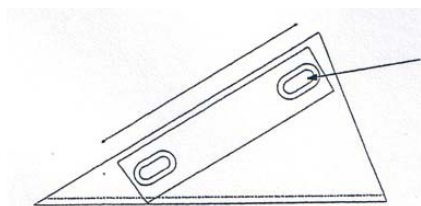

Fig. 4b
3. Løsn møtrikkerne på øjeboltene. Fig. 4b